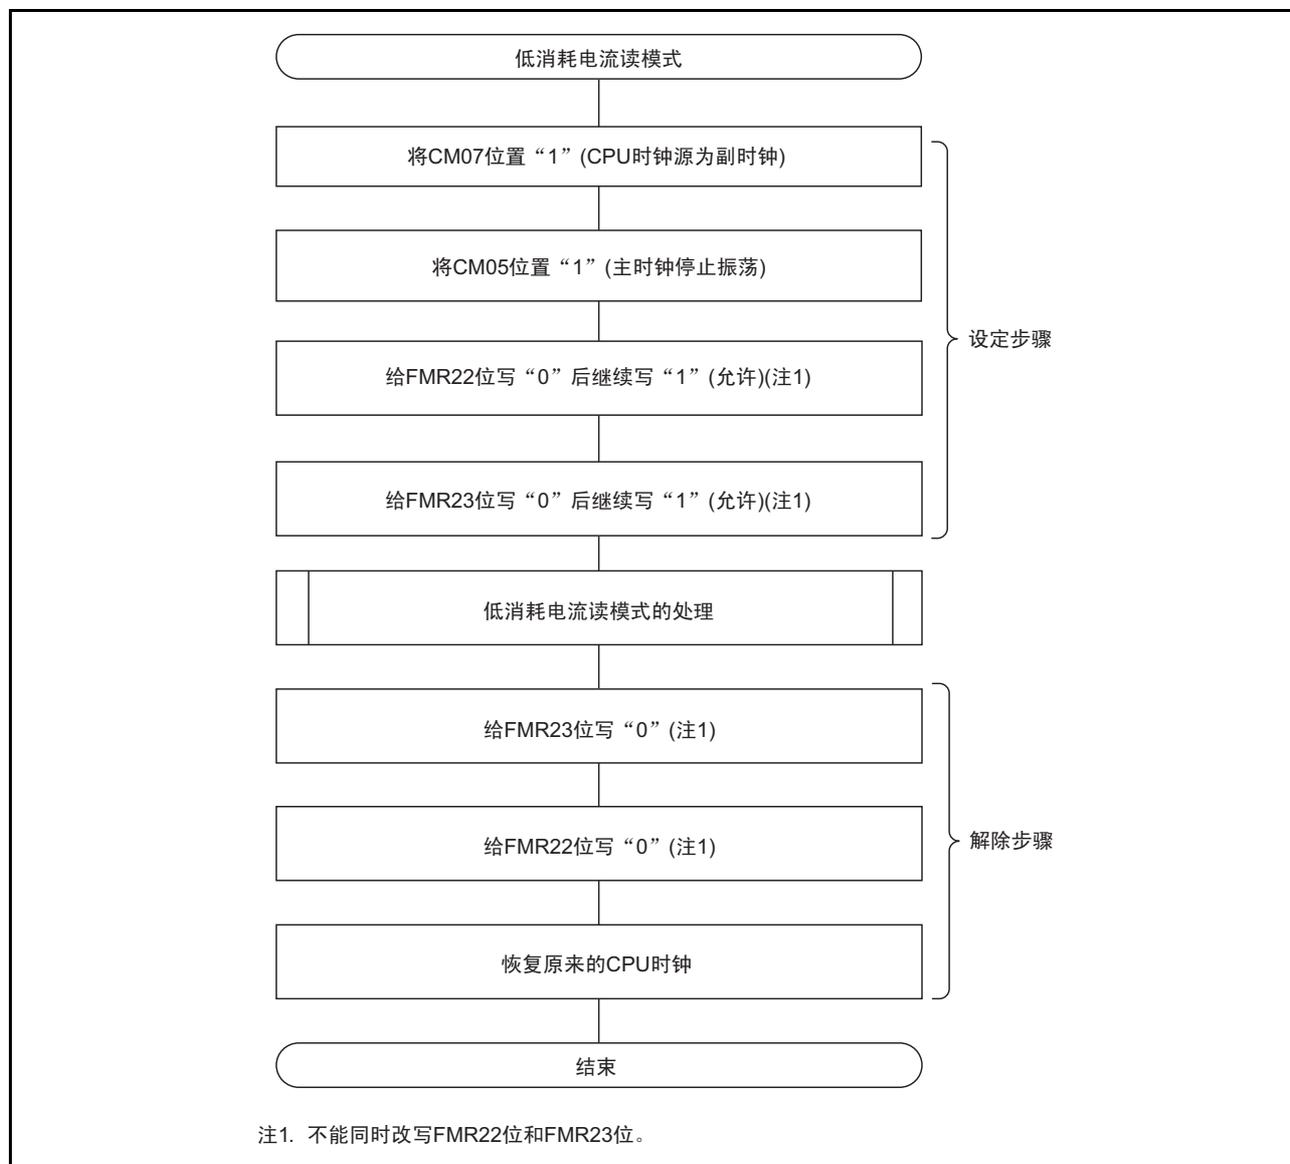

图 9.5 低消耗电流读模式的设定和解除
能在 CM0 寄存器的 CM07 位为“1”（CPU 时钟为副时钟）时使用此模式。低消耗流读模式的设定和解除如图 9.5 所示。
- 在转移到低消耗电流读模式时，必须经过慢读模式（参照“图 9.5 低消耗电流读模式的设定和解除”）。